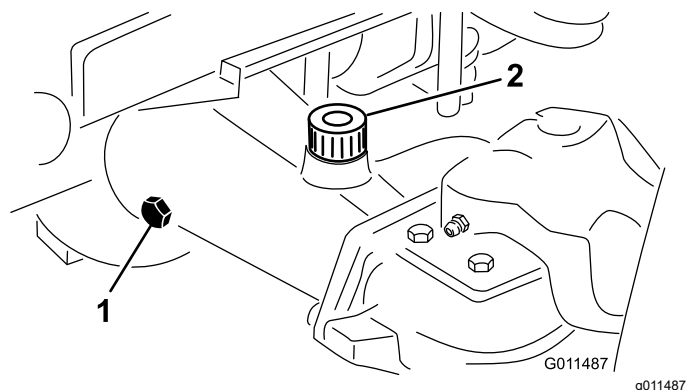

Bild 75
2. Entfernen Sie eine Prüfschraube aus einem Ende der Achse und stellen sicher, dass das Öl die Unterseite des Lochs erreicht (Bild 75).